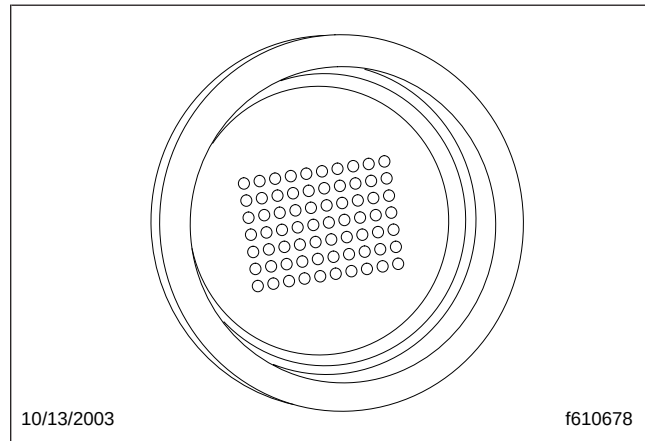

Figura 8.22, Visualización de puntos en el encendido
3. Al energizar, el indicador de la marcha actual muestra un patrón cuadrado de puntos. Todos los puntos deben encenderse, sin separaciones o espacios. Vea la Figura 8.22.